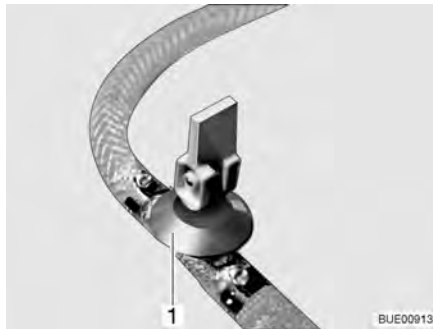
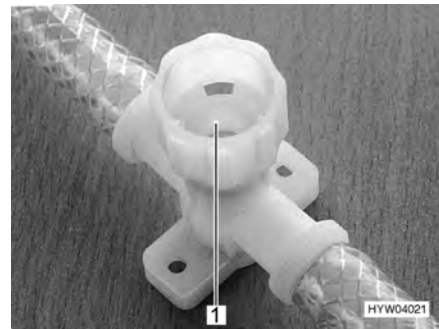

Bild 173 Avtappningskran (med vipparm)
Bild 174 Avtappningskran (med vred)
- Öppna alla avtappningskranar. Ställ för detta avtappningskranens vipparm (Bild 173,1) lodrätt eller vrid avtappningskranens kran (Bild 174,1) moturs.